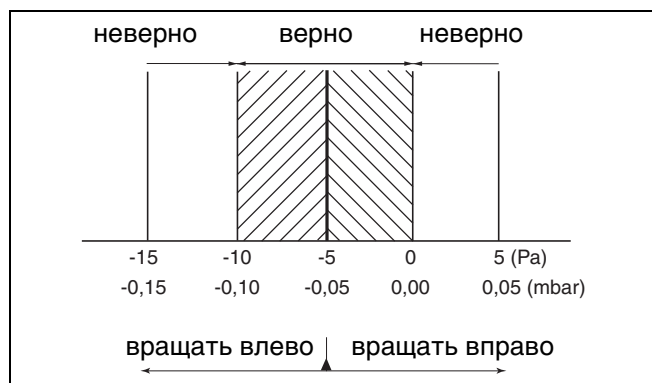

Рис. 84 Разница газ/воздух при низкой нагрузке
- Снять показание разницы давления в сервисном режиме. Разница давления ($p_{\text{газ}} - p_{\text{воздух}}$) должна составлять -5 Па ($\pm 5 \text{ Па}$) (индикация на измерительном приборе: -10 до 0 Па) (рис. 84).